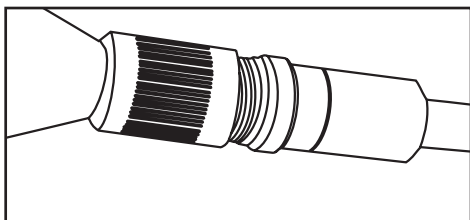

Fig. 4 – Conectando el tubo flexible
2 - Tire el conector del tubo flexible (3) del equipo hasta que se trabe, conforme Fig. 4;